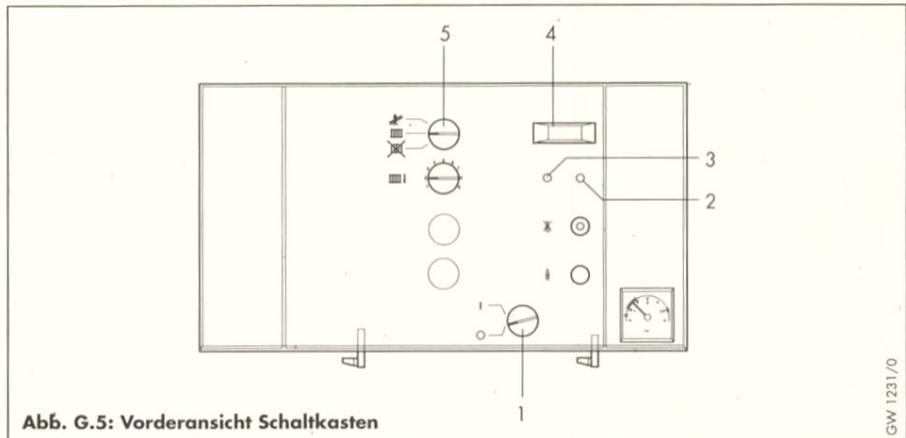
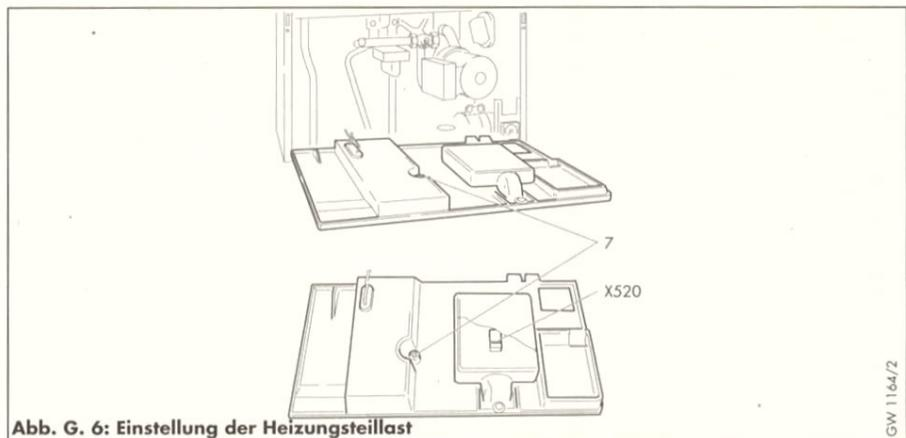

Abb. G.5: Vorderansicht Schaltkasten
Abb. G. 6: Einstellung der Heizungsteillast
- Schalten Sie den Betriebsartenschalters (5) in Stellung „Schornsteinfeger“.
- Entfernen Sie die Sicherungsschraube (7, Abb. G.6). Stellen Sie an der darunterliegenden Einstellschraube die gewünschte Heizungsteillast (Düsendruck nach Tabelle G.6 auswählen) ein.
- Bringen Sie die Sicherungsschraube (7) wieder an.
- Schalten Sie den Netzschalter (1, Abb. G.5) in Stellung „0“.